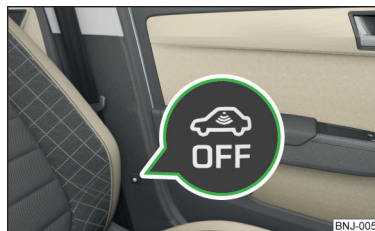

Fig. 49
- ▶ Apăsați butonul  de pe stâlpul central de pe partea șoferului » fig. 49, în buton se aprinde simbolul .